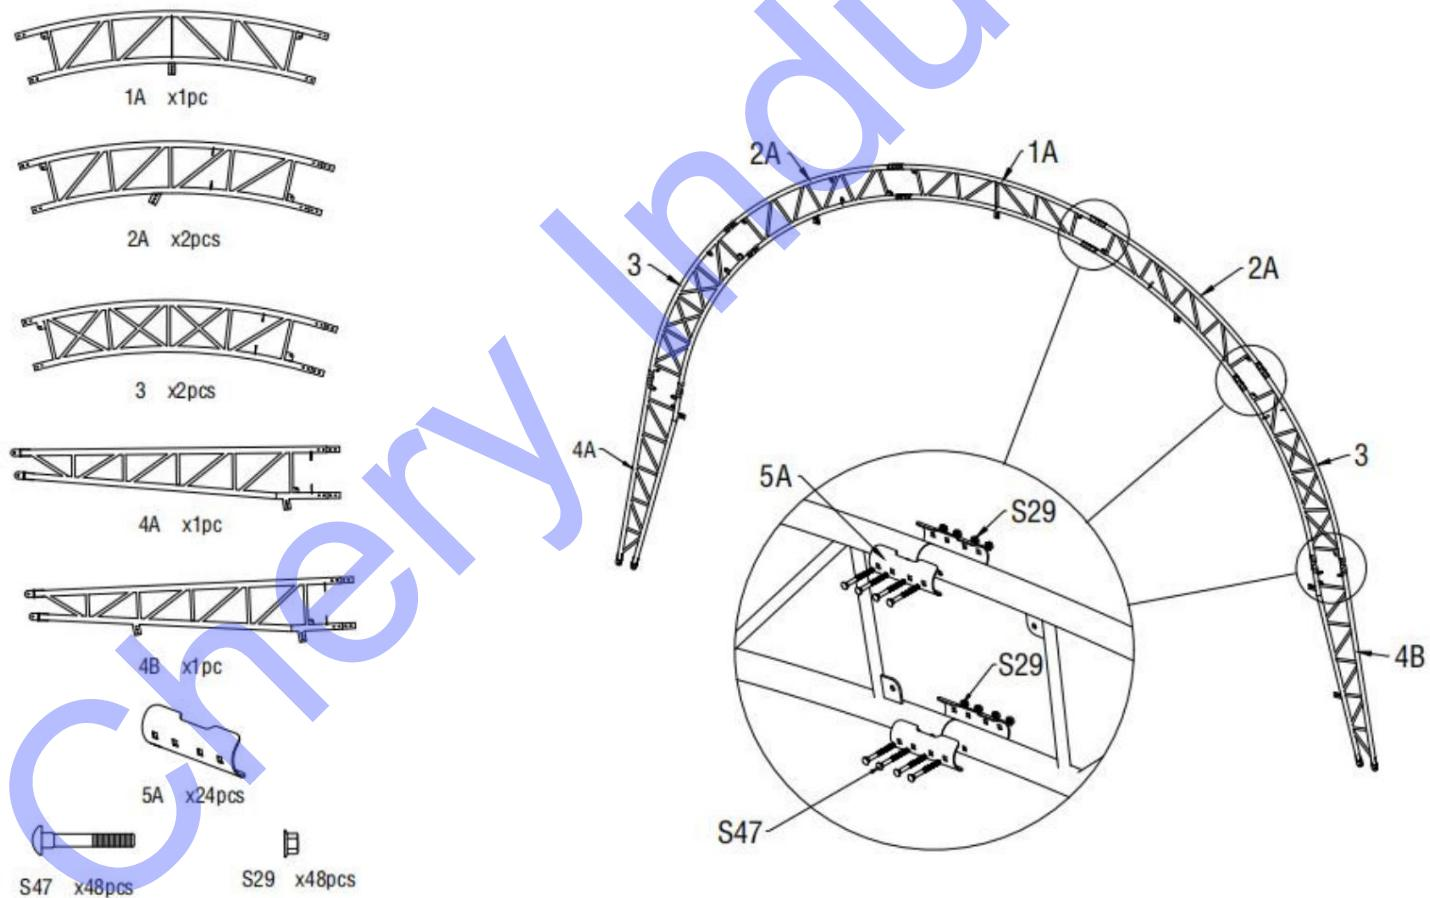

Figure 3
1. Comme le montre la figure 3, trouvez un tube de toit supérieur dans les portes avant et arrière (n° 1A), deux tubes courbés supérieurs de toit dans les portes avant et arrière (n° 2A), deux tubes courbés centraux de toit dans les portes avant et arrière (n° 3), deux tubes courbés inférieurs dans les portes avant et arrière (4A et 4B) et assemblez le premier et le dernier groupe d'arches avec un boulon de carrosserie M8x70 (n° S47). N'installez PAS la vis sur le dessus de la ferme où reposera le tissu.
3. Comme le montre la figure 3, utilisez la sangle de support entre l'arche (n° 5) pour connecter le toit supérieur